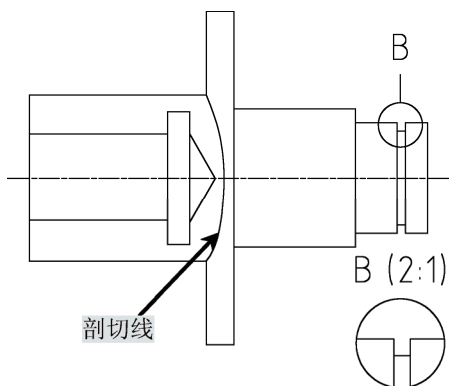

图 2-54 绘制局部视图
16) 执行“局部剖切线”命令 (ambrouline), 在“右视图”中图示位置绘制一条局部剖切线, 如图 2-54所示。